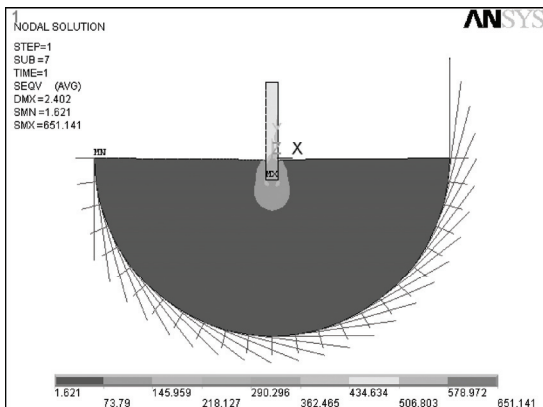

图 5-171 等效应力等值线图
7) 选择 Main Menu | General Postproc | Plot Results | Contour Plot | Nodal Solu 命令, 出现 Contour Nodal Solution Data 对话框, 选择 Nodal Solution | Stress | von Mises stress, 单击 OK 按钮, ANSYS 显示窗口显示等效应力等值线图, 如图 5-171 所示。